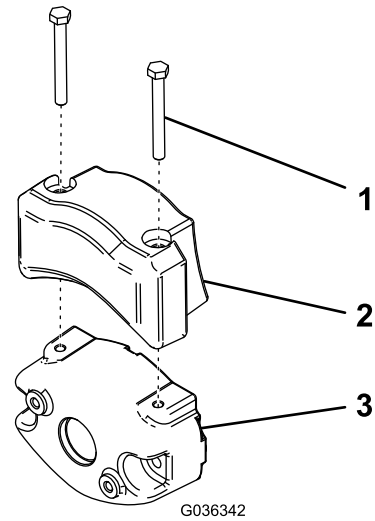

Figure 10
4. Fixez le contrepoids électrique au contrepoids existant à l'aide de 2 vis, comme montré à la Figure 10.